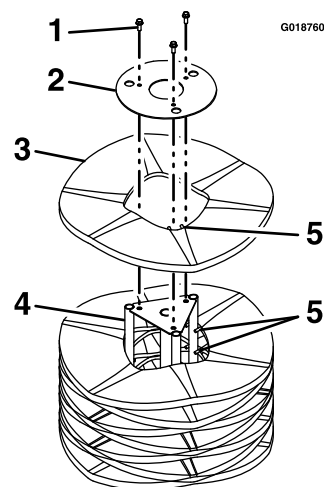

Рисунок 35
5. Установите узел сердцевины щетки на торец так, чтобы съемная торцевая крепежная пластина была направлена вверх (Рисунок 35).
6. Снимите крепежные детали с торцевой крепежной пластины (Рисунок 35) и сохраните их.
8. Установите новый сегмент (сегменты), разместив металлические выравнивающие пальцы кольца со смещением, как показано на Рисунок 35.